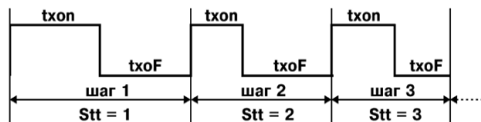

Рисунок 3.3
3.1.2.4 Каждый из тридцати шагов последовательности имеет свою пару параметров «**tXon**» и «**tXoF**», которая выбирается при программировании прибора параметром «**SttX**» (рисунок 3.3). Каждый цикл может содержать от одного до тридцати шагов, длительность каждого из которых задается параметрами «**tXon**» и «**tXoF**».